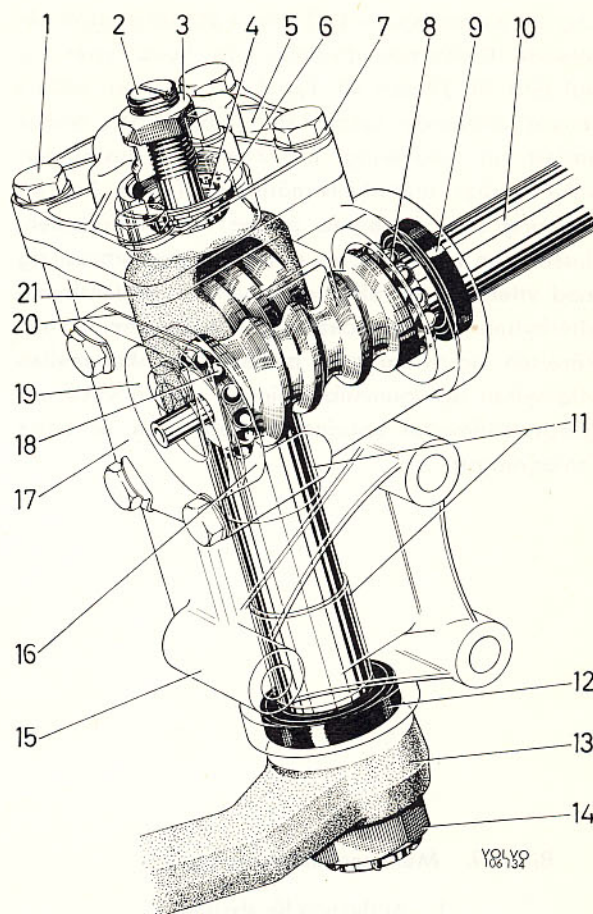

Bild 37. Styrväxel
Styrväxeln är av typ "skruv och rulle" och dess konstruktion framgår av bild 37. Utväxling 15,5:1. Styxskruven (10) är lagrad i två kullager (8 och 18) och dess förspänning justeras med mellanlägg (20). Styxaxeln (sektoraxeln) är lagrad i två bussningar (11) och dess rulle i två nållager. Eftersom rullens ingrepp i styxskruven bestäms av styxaxelns axiella läge reglerar justerskruv (2) styrväxelns spel. Styrväxeln smörjs med hypoidolja.